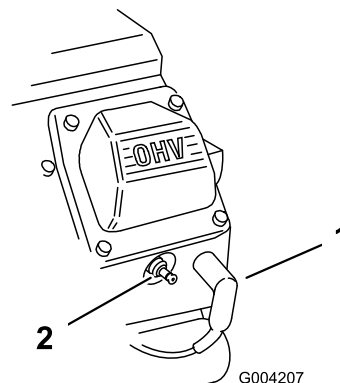

図 49
2. 点火プラグのコードが抜けているのを確認する (図 49)。
3. 点火コードを取り付ける (図 49)。